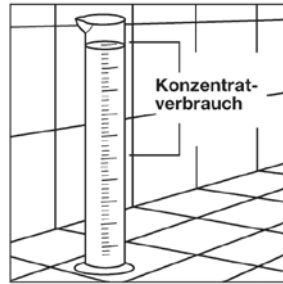

Bild 5
- An der 100 ml-Mensur das verbrauchte Konzentrat ablesen (Bild 5). (100 ml minus verbleiben der Restmenge = Konzentratverbrauch)
schéma Bild 5